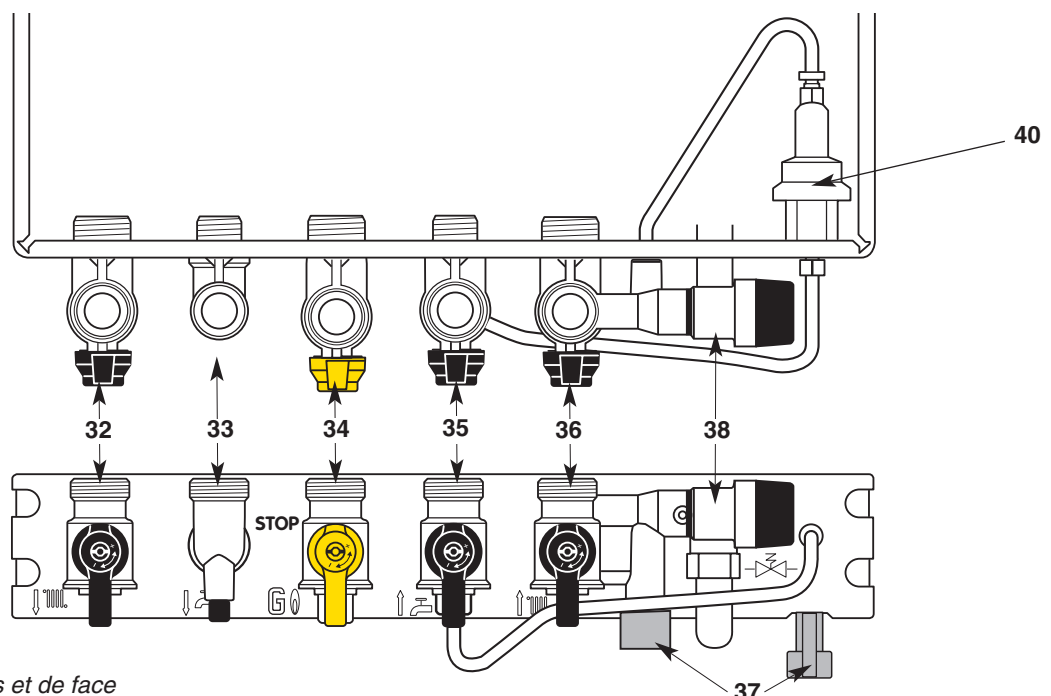

Fig. 23 - Vues de dessus et de face
Barrette robinetterie (fig. 23)
4. Ouvrez le robinet d'arrivée de gaz **34** (fig. 23), sur la position  .
- Coupez l'arrivée du gaz en tournant le robinet **34** (fig. 23), sur la position STOP.
*Dans certains cas d'installation, il est possible qu'il se produise, après puisage d'eau chaude, un léger réchauffement de la canalisation (et éventuellement d'un radiateur). Pour l'éviter, il suffit de fermer le robinet départ chauffage **32** (fig. 23).*